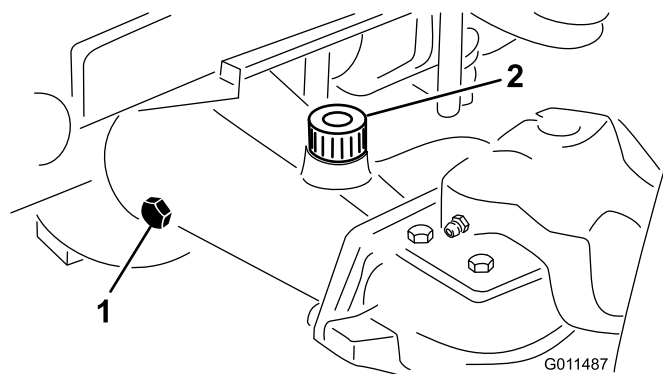

Figura 60
- Togliete il tappo di controllo da un'estremità del ponte e verificate che il lubrificante raggiunga la base del foro (Figura 60).